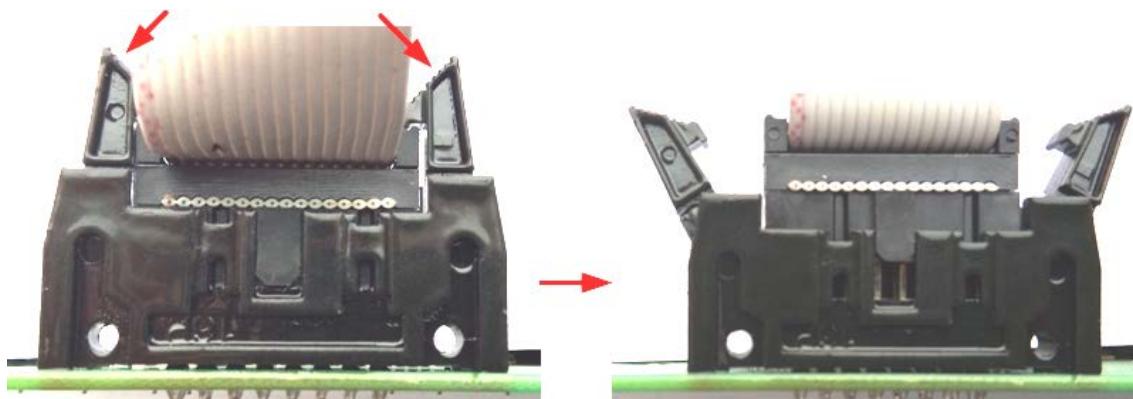

Рис. 6
13. Отсоединить шлейф, нажав на фиксаторы разъема X1 платы релейной контроллера (см. рис. 6). Запрещается тянуть за шлейф для извлечения разъема во избежание повреждений.
30. Отсоединить шлейф, нажав на фиксаторы разъема X3 платы индикации контроллера (см. рис. 6) и демонтировать шлейф. Запрещается тянуть за шлейф для извлечения разъема во избежание повреждений.